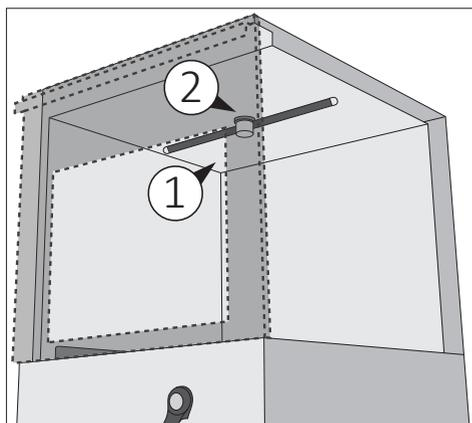

Fig. 16
- Durante la desinfección térmica, el punto más frío (1 Fig. 16) y el punto más caliente (2 Fig. 16) de la cámara de lavado alcanzan una temperatura de $\geq 90^{\circ}\text{C}$ (194 °F).